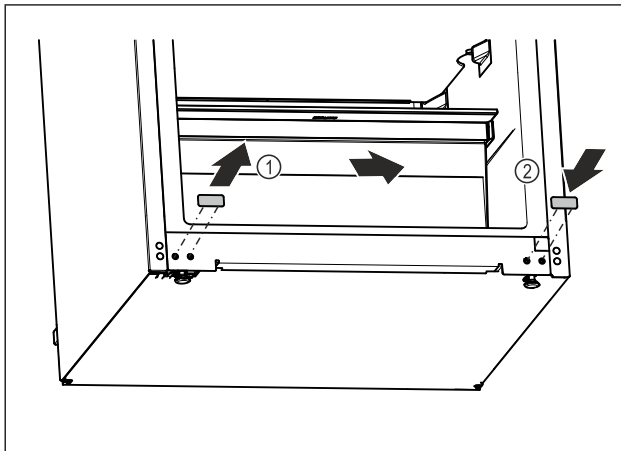

Fig. 20
- ▶ Izvlecite pokrovni čep. Fig. 20 (1)
- ▶ Pokrovni čep vstavite na nasprotni strani. Fig. 20 (2)